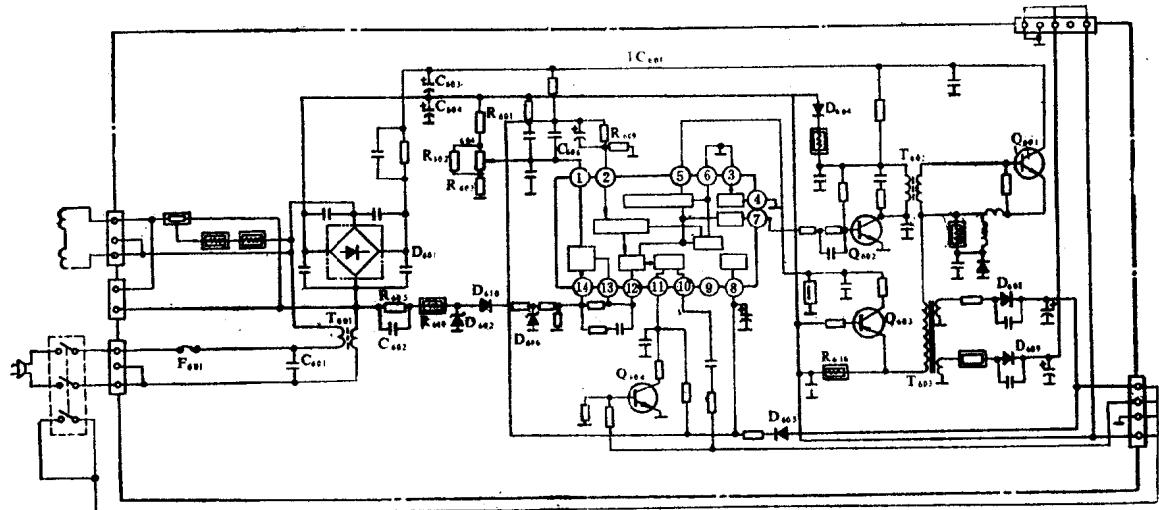

图 1-1
1. 检查交流输入电路。电路见图1-1，用万用表R×1挡测量电源插头两端电阻，当电